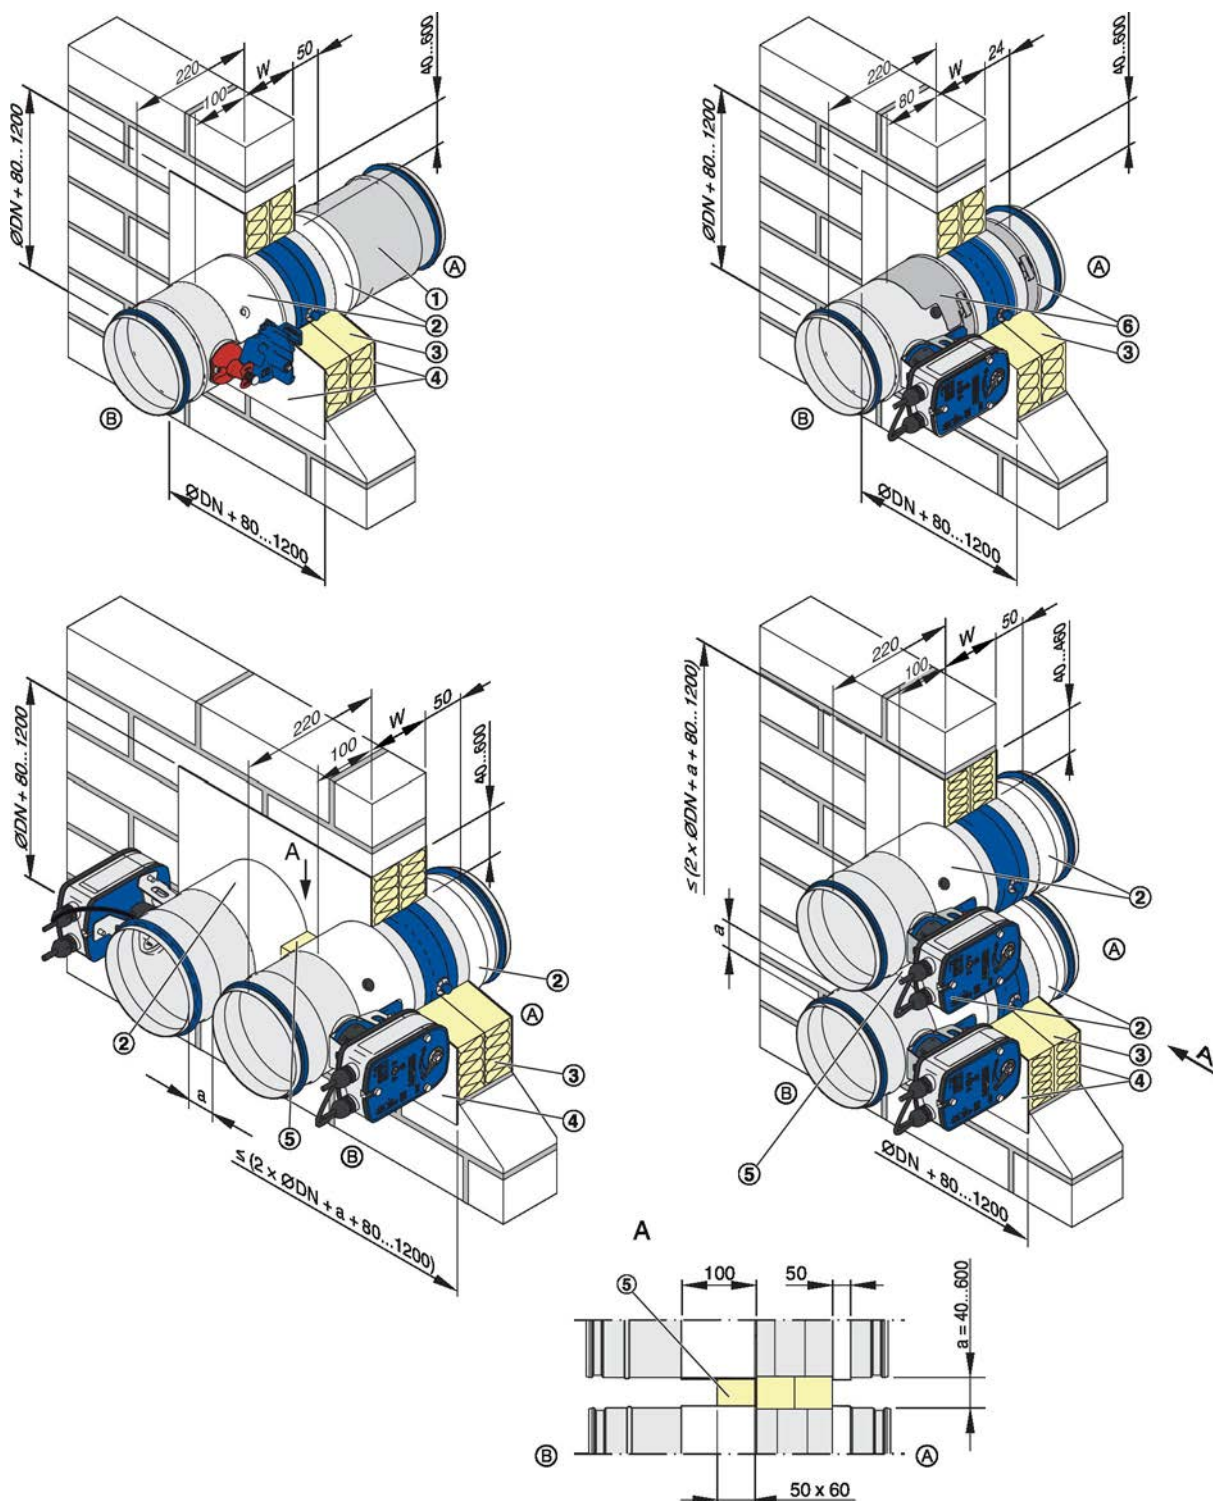

Fig. 11: Instalación con lana mineral ignífuga
- ▶ Se necesita de una abertura, ver Fig. 11. 40...600 mm entre la compuerta cortafuego y la abertura de pared